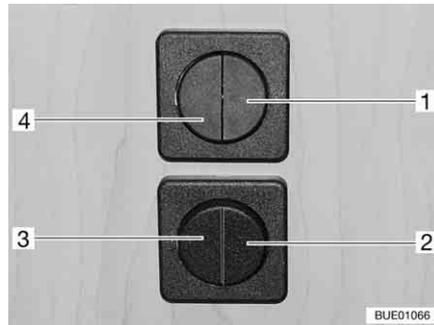

Bild 60 Lichtschalter
- Beleuchtung Sitzgruppe (Bild 60,1)
- Beleuchtung Einstieg (Bild 60,2)
- Beleuchtung Vorzelt (Bild 60,3)
- Beleuchtung Wohnbereich (Bild 60,4)